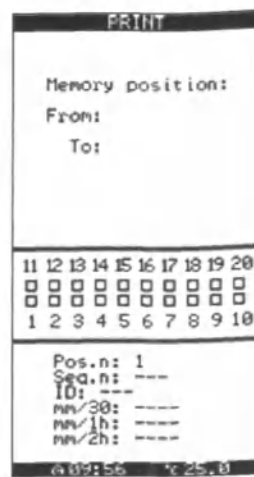

Рисунок 21
Функция (3) позволяет пользователю ввести ряд результатов для распечатки из памяти (см. рисунок 21). В поле «From» введите номер начальной пробы списка и нажмите [ENT]. В поле «To» введите номер конечной пробы списка и нажмите [ENT]. Распечатка будет начата автоматически. Для того чтобы выйти из этого меню нажмите [ESC], не вводя никаких значений в поля «From» и «To».